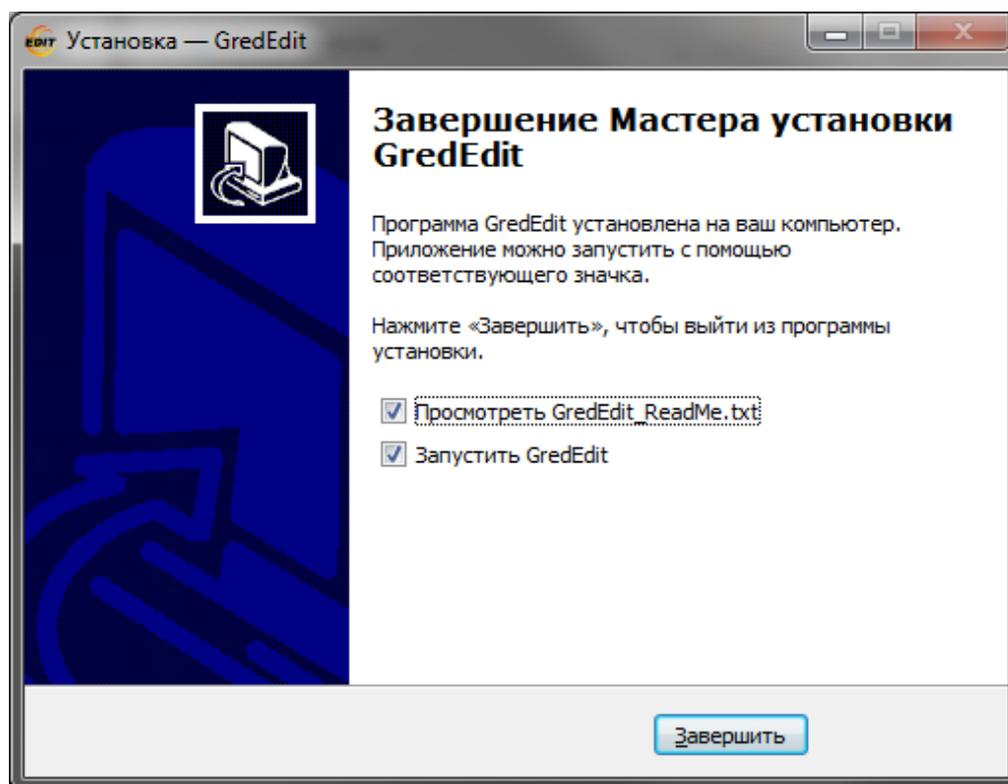

Рисунок 3.14 – Окно «Завершение Мастера установки GredEdit»
10. Если «**Редактор**» установлен успешно, в конце установки появится окно «**Завершение Мастера установки GredEdit**» (Рисунок 3.14). Чтобы выйти из окна мастера установки нужно нажать кнопку «**Завершить**».